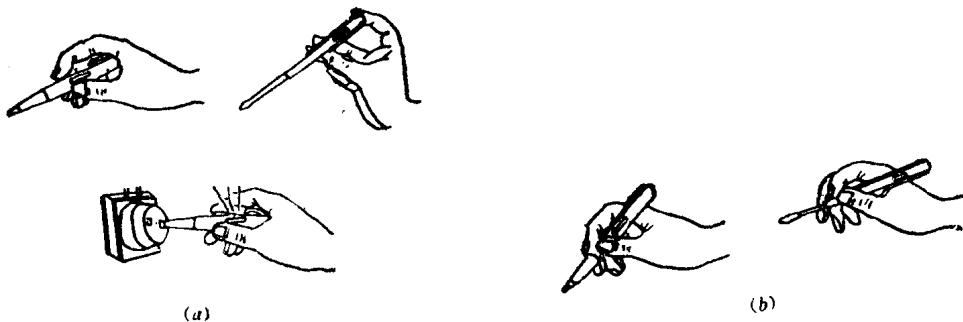

图 1-1 试电笔的握法
(1) 测试时，手的握法必须正确，拇指和中指握住试电笔的塑料凿柄或笔杆，食指按在金属笔夹或铜铆钉上，用凿头或笔尖去接触被测试的线路或电气器具，见图 1-1。如氖气管发光，则说明有电。必须注意，测试时一定要有手指按在铜笔夹或铜铆钉上，否则，如握法错误，即使线路或电气器具上有电，氖气管也不会发光，从而造成没有电的错觉，容易发生触电危险。使用时切不可忽视这一点。
(2) 测试时切忌将笔尖或凿头同时搭在两根线上，以防造成短路。当试电笔已接触到线路或电气器具时，不可再用手触摸笔尖或凿头，以免发生危险。